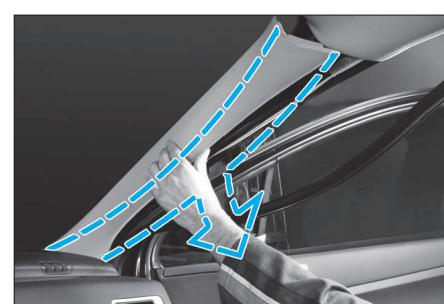

FIG. 27
- De chaque côté (**Fig.27**) :